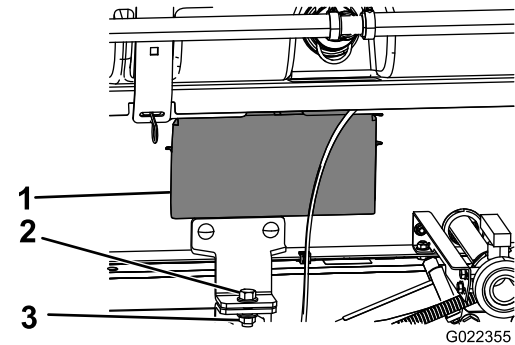

図 36
5. スキッドフレームの両側についているアクセスパネルを外す (図 36)。
8. タンク台アセンブリをフレームの左右にある荷台ブラケットに固定する ボルト $\frac{1}{2}$ x $1\frac{1}{2}$ "1本、ロックナット $\frac{1}{2}$ "1個を使用して 図 36のように取り付ける。